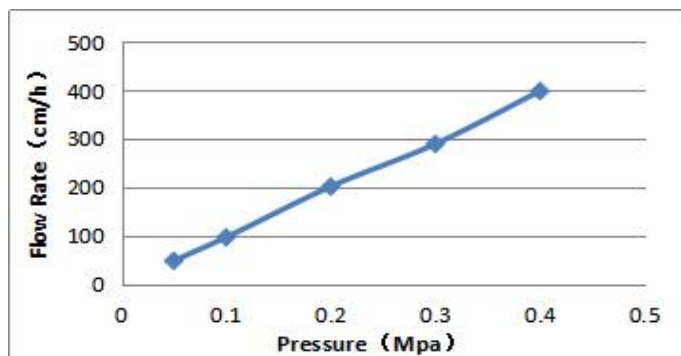

图 1. 介质压力流速曲线 (装柱直径 50mm, 柱高 150mm)
离子交换树脂广泛用于生物制药和生物工程下游蛋白质、核酸及多肽的分离纯化。Smac Q 40 由表面接枝了葡聚糖的高刚性小粒径琼脂糖基质和强季铵 (Q) 阴离子组成，具有高流速、高分辨率优点，可以很好的提高工业下游工艺的生产效率。压力/流速曲线见图 1。